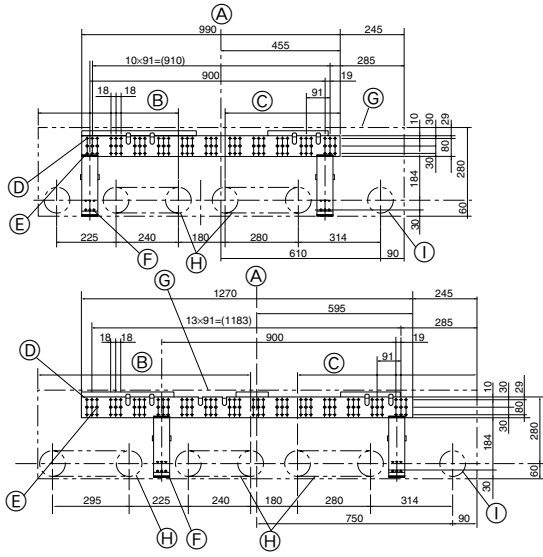

Fig. 3-2
3.2. Duvar montaj mesnedinin takılması (Fig. 3-2)